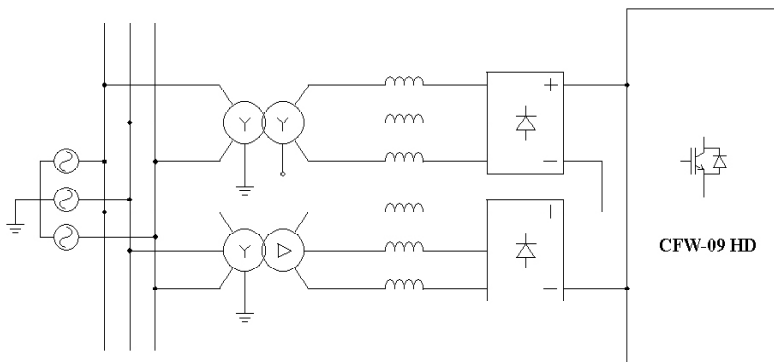

Figura 3 - Rectificador de 12 pulsos utilizando dos transformadores
- ☑ A figura 3 presenta un rectificador de 12 pulsos utilizando dos transformadores. También é posible utilizar un único transformador con dos secundarios.